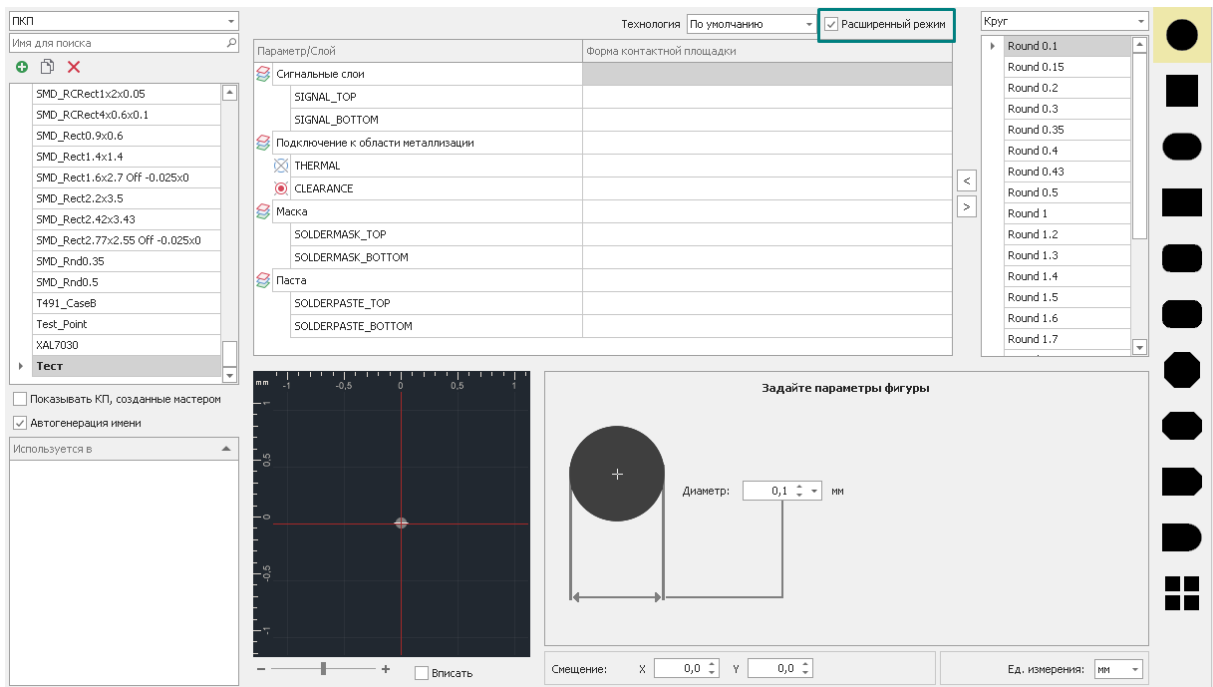

Рис. 42 Расширенный список слоев
**Примечание!** Полный список слоев доступен, когда установлен флаг в чек-бок «Расширенный режим», см. Рис. 42. Подробнее о работе со всеми слоями см. раздел Дополнительные параметры.